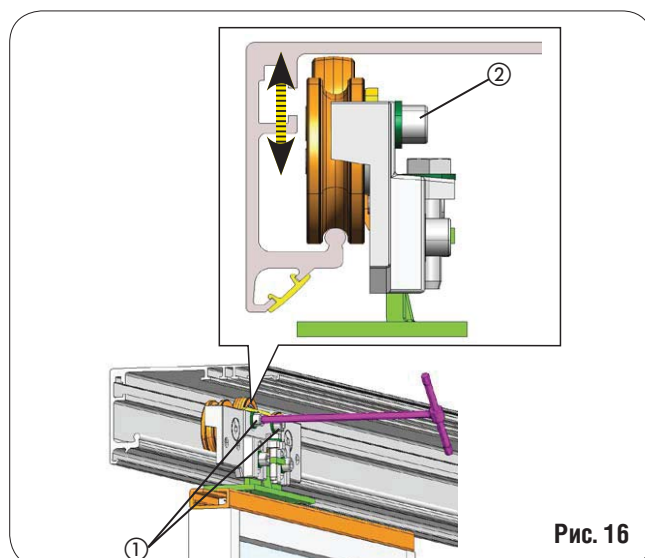

Рис. 16
- Ослабьте 2 цилиндрических винта (рис.16 об. 1).
- Отрегулируйте высоту опорного ролика, максимально приблизив его к профилю но не касаясь его (рис.16 об. 2).
- После того, как вы отрегулируете высоту колеса, затяните 2 цилиндрических винта (рис. 16 об.1).